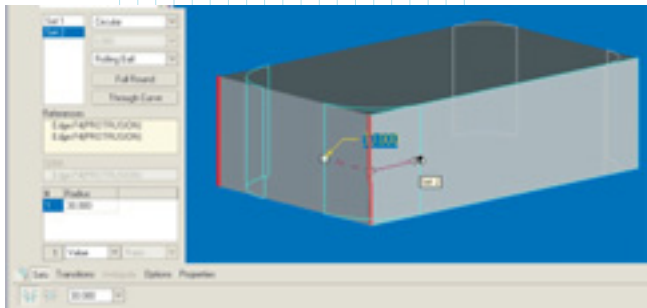

Рис. 7. Решение задачи №3 по второй схеме в Pro/E Wildfire
Выбираем функцию *Round Tool* (1 шаг); выбираем первую грань (1); задаем требуемый размер радиуса (1); удерживая нажатой клавишу *Ctrl*, выбираем вторую грань – включаем её в первый набор (1). Выбираем третью грань – создаем второй набор (1); задаем требуемый размер радиуса (1); удерживая нажатой клавишу *Ctrl*, выбираем четвертую грань – включаем её во второй набор (1); нажимаем *OK* (1). Построение в *Pro/E Wildfire* выполняется за 8 шагов (рис. 7).